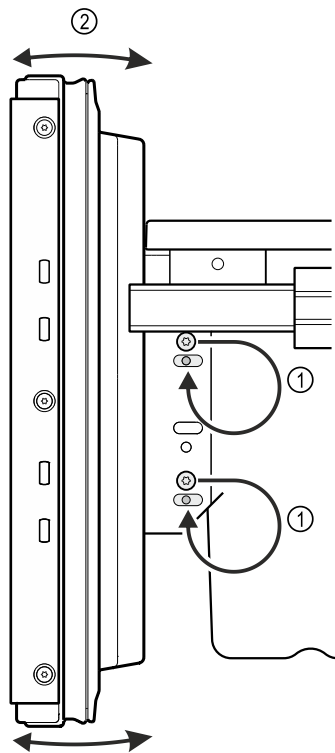

Fig. 18 Beispielhafte Darstellung
- Schrauben in die Langlöcher umsetzen. Fig. 18 (1)
- Neigung der Auszugswagenfront einstellen. Fig. 18 (2)